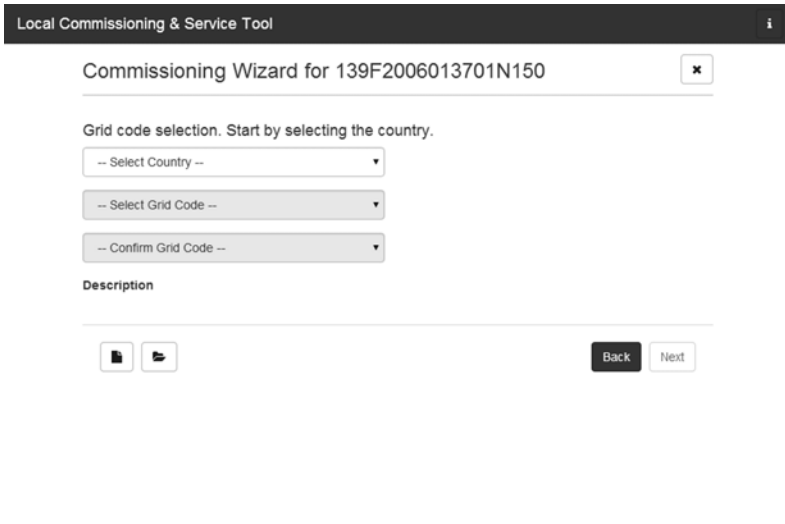

図 12 LCS ツール - 国と系統連系要件の選択
7. パワーコンディショナが設置されている国をリストから選択します (図 12 を参照)。